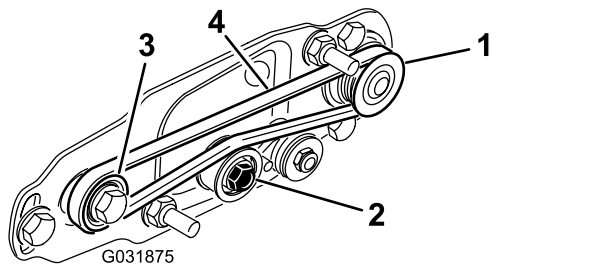

図 25
A. **駆動** プーリにベルトを掛け、次に、アイドルプーリの上部に掛ける 図 25。
B. **受動** プーリからベルトを掛け始める 図 25。